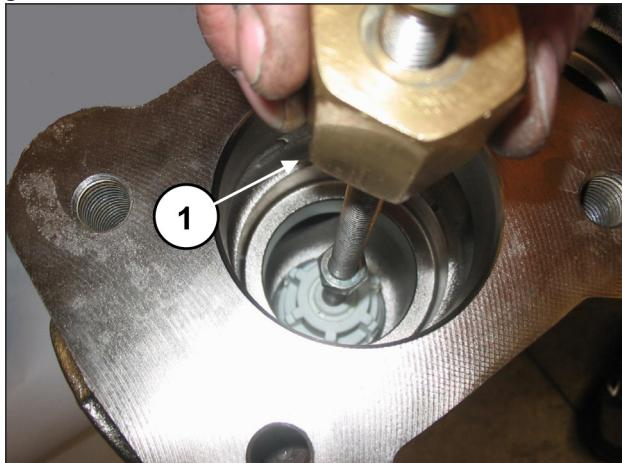

Fig. 112
Extraer el grupo válvula de aspiración aplicando un extractor de percusión (cód. 27516400) en el orificio M10 de la guía de la válvula (pos. ①, Fig. 112) o, como medida adicional, aplicar un adaptador M10-M16 (cód. 25089700) a la rosca M16 de la guía de la válvula.